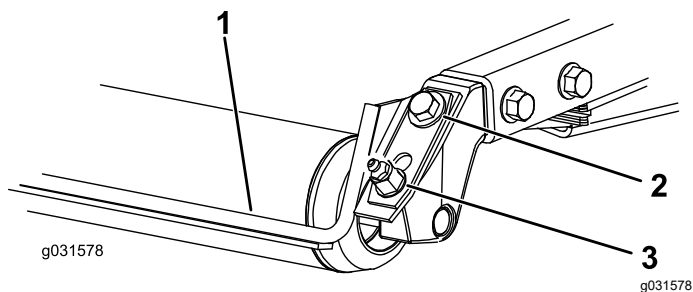

Рисунок 3
1. Ослабьте пресс-масленку и крепежный винт (Рисунок 3).